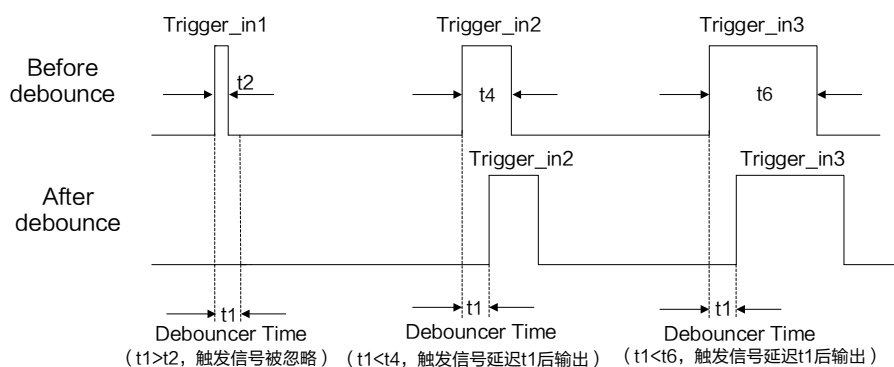

图4-24 触发输入信号去抖时序
- 防抖时间 (μs)：对输入的触发信号进行去抖处理，时序如图 4-24 所示。当设置的去抖时间大于触发信号脉宽时，则该触发信号被忽略；当设置的去抖时间小于触发信号脉宽时，则该触发信号延迟后继续输出。